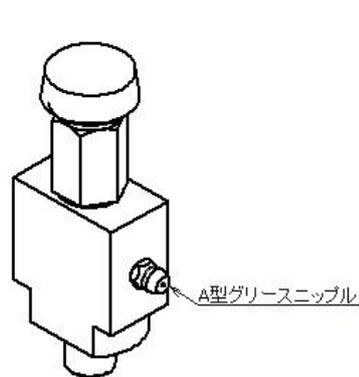

図 4
- ⑤ グリースチェッカー付属のグリースニップルから手動グリースガンまたは、電動グリースガンにてグリースを給脂することも可能です。(図4)